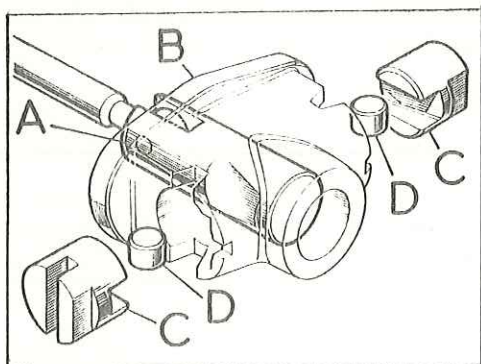

Fig. H-52 Conjunto del expansor
- 3.4. Engrasar y montar los émbolos, C (Fig. H-52), rodillos de acero, D y varillas de mando, A, en la caja del expansor, B.